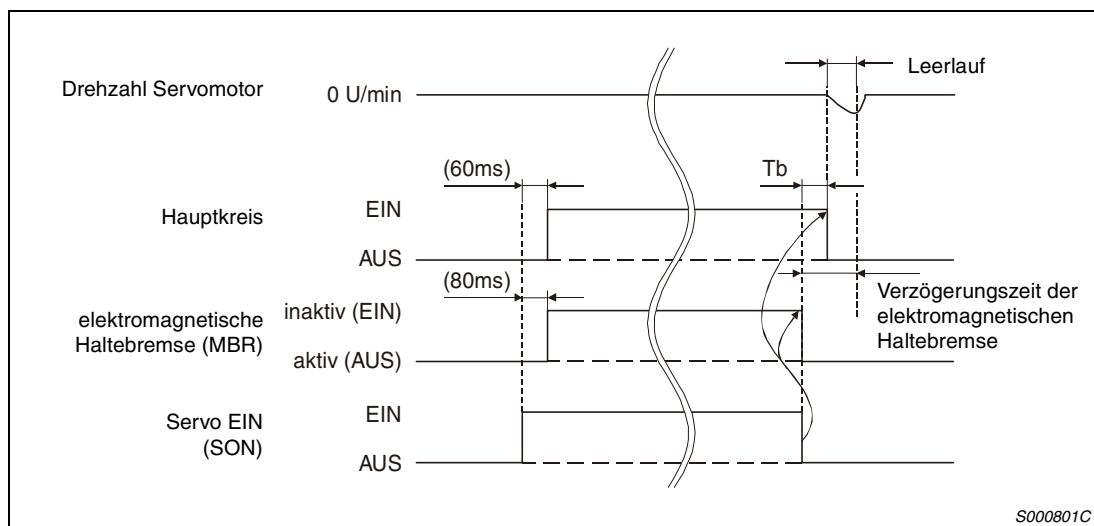

Abb. 3-24: Servo-Ein-Signal (SON) EIN/AUS
- ① Aktivieren Sie das Signal MBR zum Schalten der elektromagnetischen Haltebremse mit Hilfe der Setup-Software.
- ② Stellen Sie über Pr. 33 eine Zeitverzögerung zwischen dem Einschalten der elektromagnetischen Haltebremse und dem Abschalten des Leistungskreises ein, die ungefähr der Verzögerungszeit der Haltebremse entspricht (siehe Abb. 3-24).